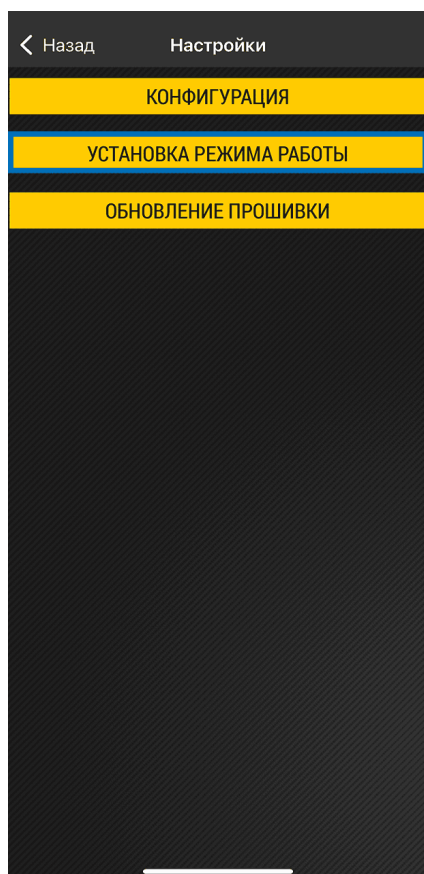

Рис.44. Установка режима работы
3. Далее выберите в приложении *Настройки | Установка режима работы* (Рис.44).